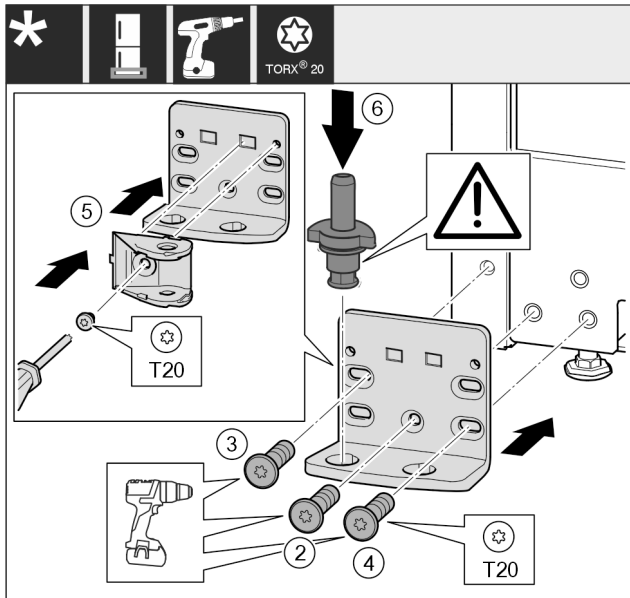

Fig. 21 \*
- ▶ Uždėkite atraminę gembę kitoje pusėje ir prisukite atsuktuvu. Pradėkite nuo varžto Fig. 21 (2) apačioje viduryje.\*
- ▶ Tvirtai prisukite varžtą Fig. 21 (3) ir varžtą Fig. 21 (4).\*